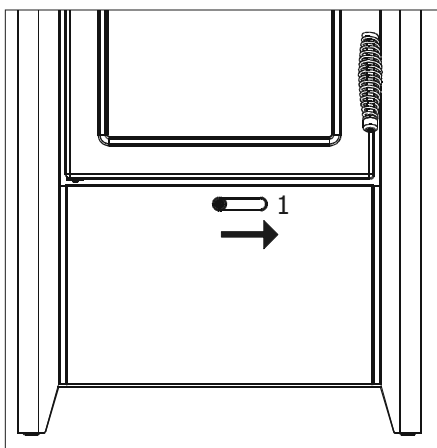

Fig.5 Ingresso aria primaria
La leva ruotata verso destra (pos.1), ha lo scopo di portare un grosso quantitativo di aria primaria sotto il piano fuoco del focolare, per permettere una rapida ed efficace accensione del fuoco (Fig.5).